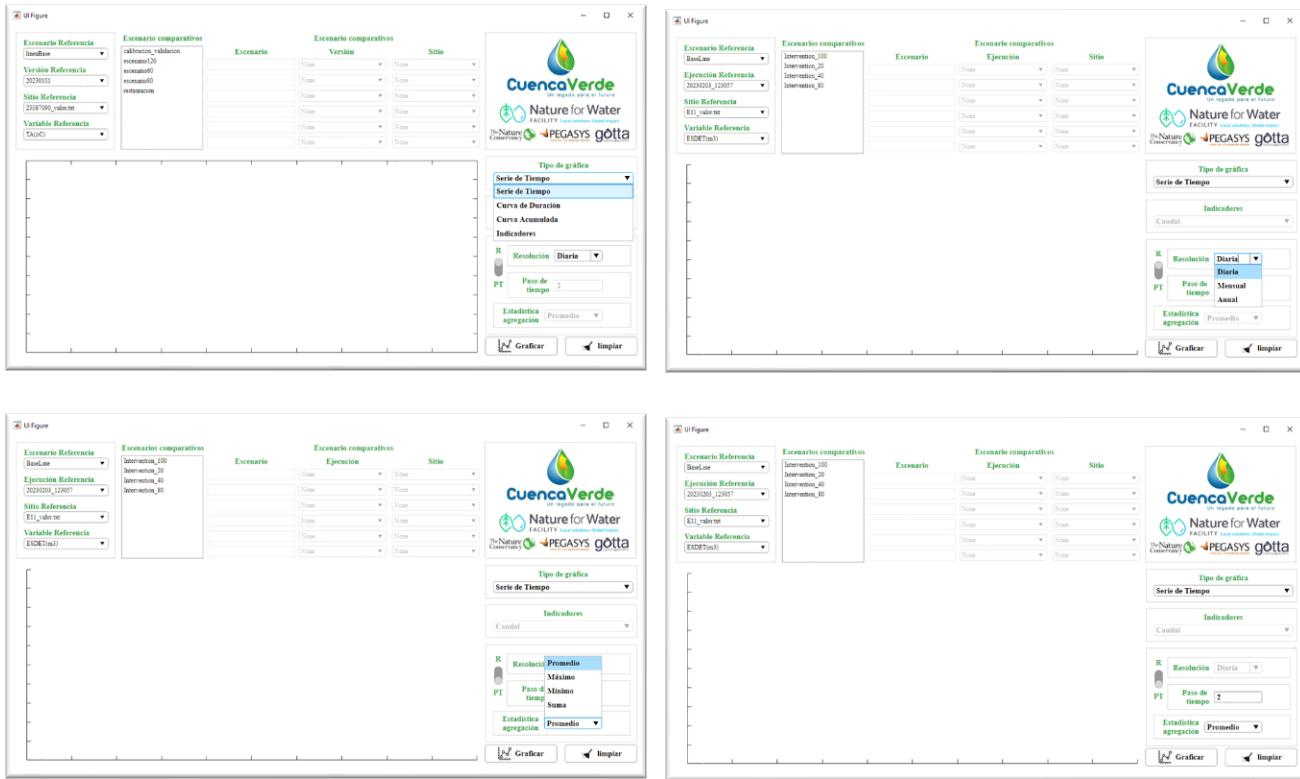

Figura 4-82 Comparación de escenarios – Opciones de agregación y tipo de gráficos
La ventana de **Comparación de Escenarios** brinda la posibilidad de agregar temporalmente una variable para los múltiples escenarios mediante dos formas. La primera es la opción de **Resolución (R)** que proporciona tres modos de agregación: Diaria, Mensual y Anual. La segunda forma es definiendo el **Paso de Tiempo (PT)** como número de días de agregación (debe ser un valor entero positivo mayor que dos). Para hacer uso de una opción o la otra solo debe hacer clic en el interruptor **R** vs **PT**. De otro lado, también proporciona la posibilidad de usar diferentes estadísticas de agregación como lo es: Promedios, suma, máximo y mínimo. Además, puede seleccionar el **Tipo de gráfica** con la cual desea visualizar los datos (ver Figura 4-82).